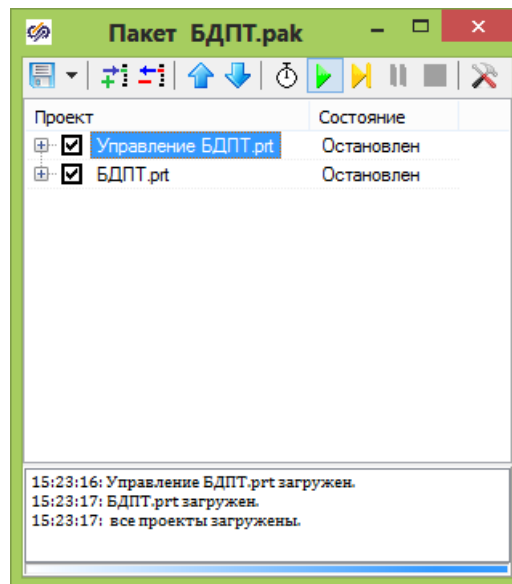

Рисунок 24. Запуск пакета
6. После настроек проектов, входящих в пакет нажимаем кнопку “Пуск” (Рисунок 24. Запуск пакета на странице 26). Время работы пакета может происходить медленнее реального времени, это зависит от скорости моделирования объекта управления на инструментальной (локальный режим работы) и от скорости обмена между инструментальной машиной и целевой системой по RS232.